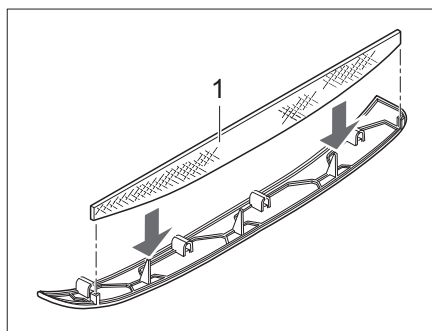
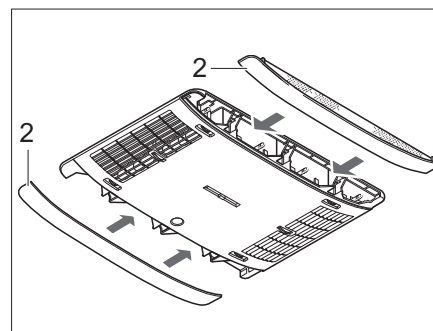

Bild 160 Flusenfilter Klimaanlage
Bild 161 Paneelen Klimaanlage
In den seitlichen Paneelen (Bild 161,2) befinden sich zwei Flusenfilter. Die Flusenfilter müssen in regelmäßigen Abständen, mindestens jedoch alle 6 Monate, gereinigt und bei Bedarf gewechselt werden.
- Paneele (Bild 161,2) vom Luftverteiler abziehen und Flusenfilter (Bild 160,1) reinigen oder bei Bedarf wechseln.